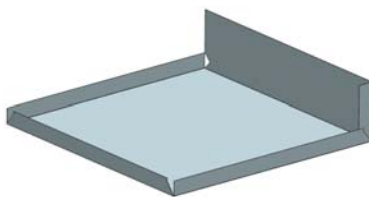

图 11-110 创建重新折弯特征
(2) 在“重新折弯”对话框中，单击<确定>按钮，创建重新折弯特征，如图 11-110 所示。